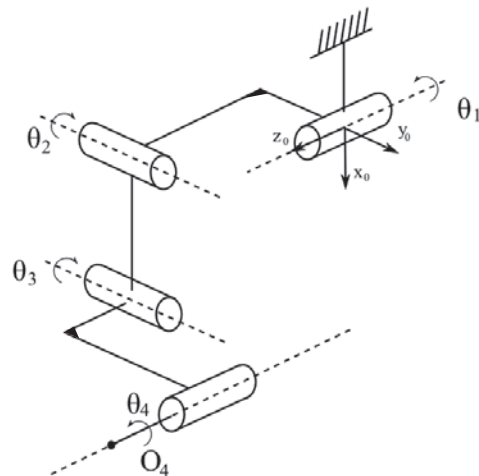

Figura 2
4. Definir mediante el método matricial los sistemas de referencia asociados a los elementos del robot de la figura 2 explicando el procedimiento empleado. (2,5p)